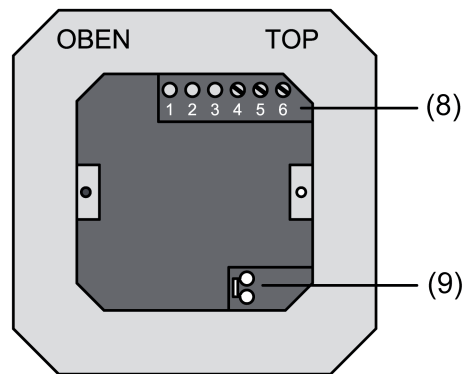

Bild 3: Klemmen-Einsatz mit Anschlüssen
- (8) Anschlussleiste Binäreingänge
(9) Anschluss KNX
- Die abisolierten Busleitungen in die Anschlussklemme (9) im Klemmen-Einsatz einstecken (Bild 3)